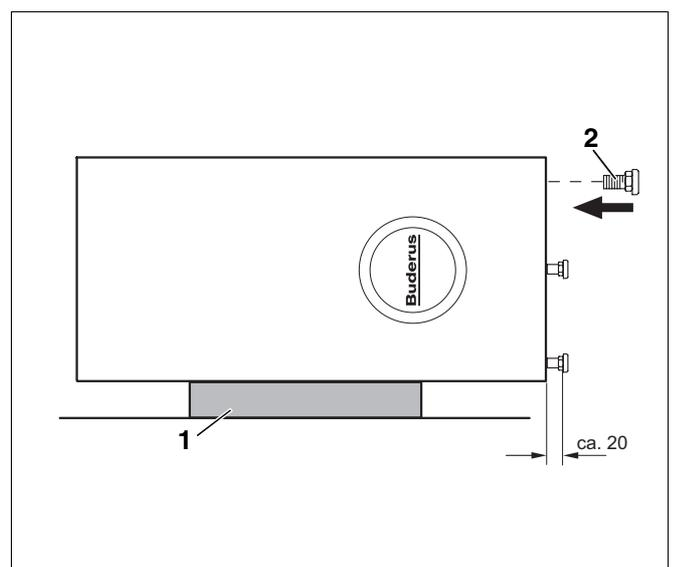

Abb. 5 Fußschrauben montieren
- Deckelpolster (Abb. 5, **Pos. 1**) auf den Boden legen.
- Höhenverstellbare Fußschrauben aus dem Bodenpolster (Styropor) nehmen und Fußschrauben M10 × 30 (Abb. 5, **Pos. 2**) in den Boden des Warmwasserspeichers eindrehen.